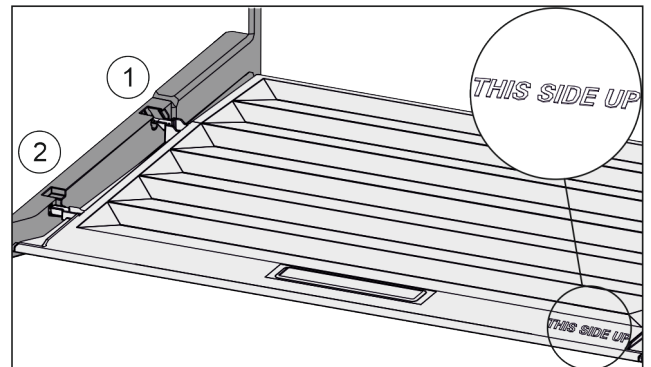

Fig. 84
- ▶ Introduzca los nervios de la tapa por la abertura del soporte trasero Fig. 84 (1) y encájelos por delante en el soporte Fig. 84 (2).